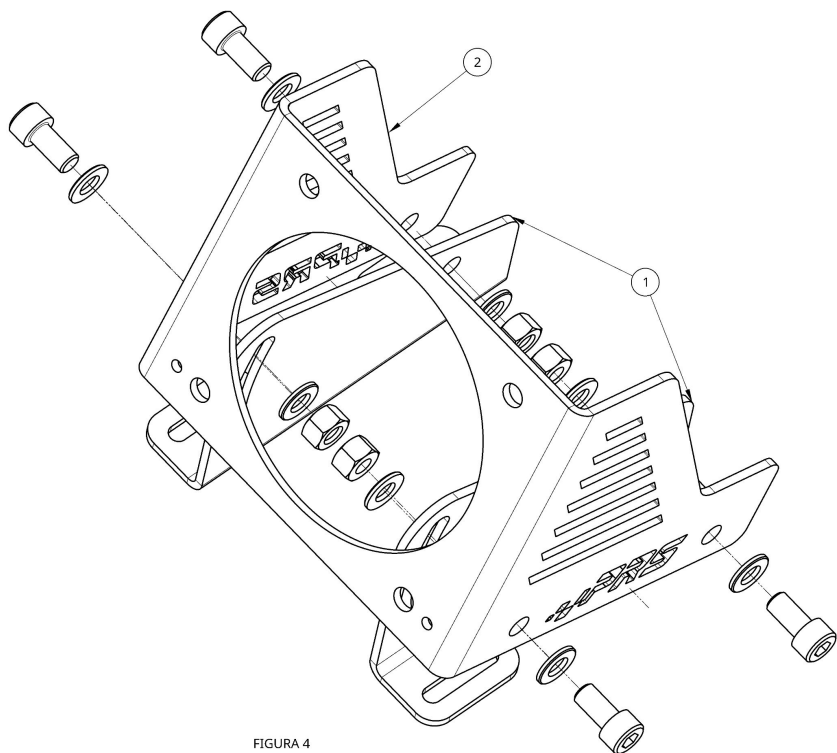

FIGURA 4
Monte os ajustes de inclinação (1) na parte interna do suporte do motor (2), como apresentado na Figura 4.